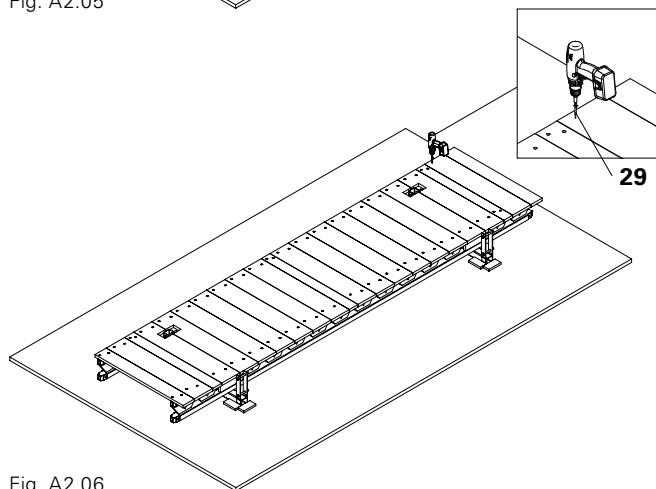

Fig. A2.06
4. Fissare le tavole restanti. (Fig. A2.06)